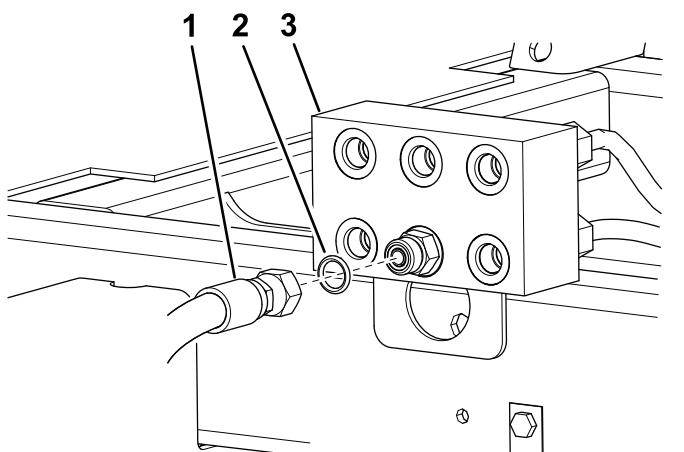

Figura 3
6. Mettete una bacinella di spurgo sotto il collettore di giunzione (**Figura 3**).
7. Scollegate il flessibile idraulico dal raccordo centrale inferiore sul collettore di giunzione (**Figura 3**).